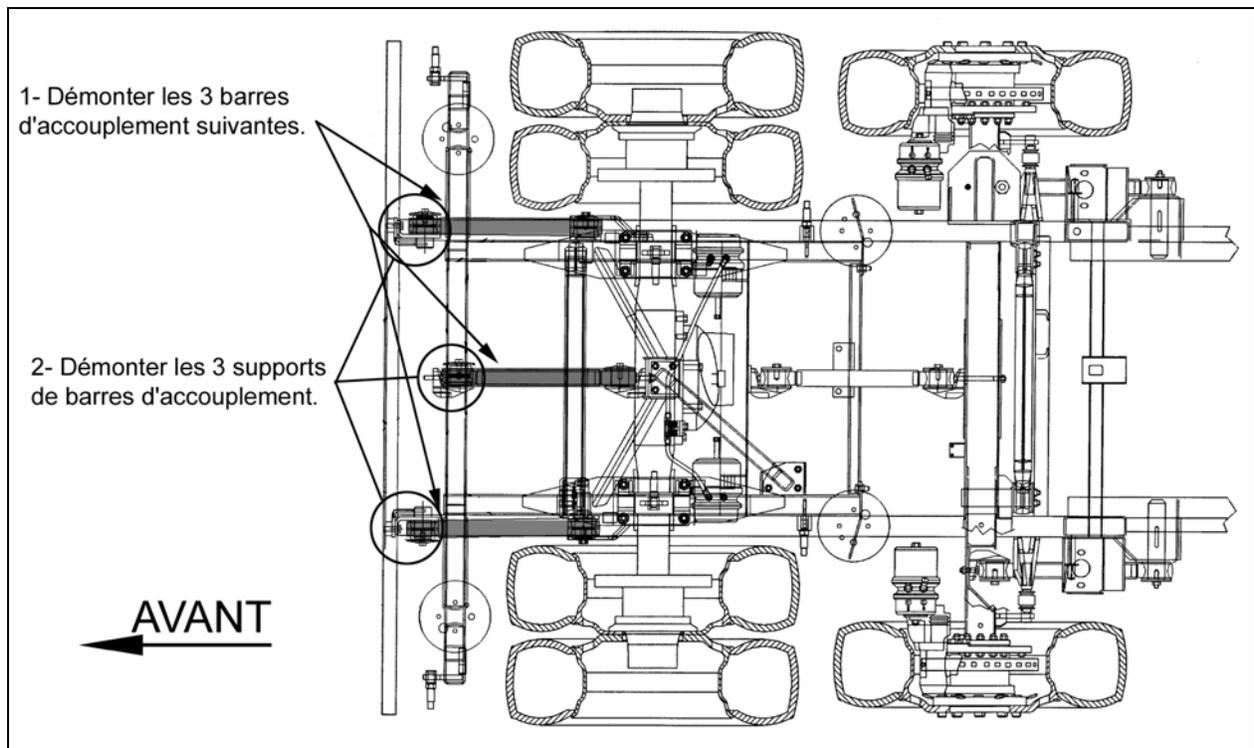

FIGURE 3 : SUSPENSION ARRIÈRE
5. Démontez successivement les 3 barres d'accouplement identifiées à la figure 3 en aplatissant les languettes de la plaquette de blocage et en dévissant les boulons vissés directement dans le pivot de la barre d'accouplement (consulter le manuel de maintenance au besoin).
6. Démontez successivement les 3 supports de barre d'accouplement identifiés à la figure 3. Notez le nombre et l'emplacement des cales afin de pouvoir refaire le montage de façon identique et ainsi conserver le bon alignement du véhicule.